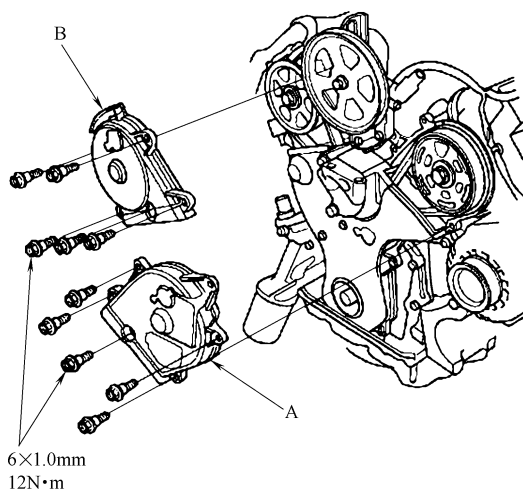

图 23-116 安装前部上盖 A 和后部上盖 B
11) 按照图 23-116 所示, 安装前部上盖 A 和后部上盖 B。